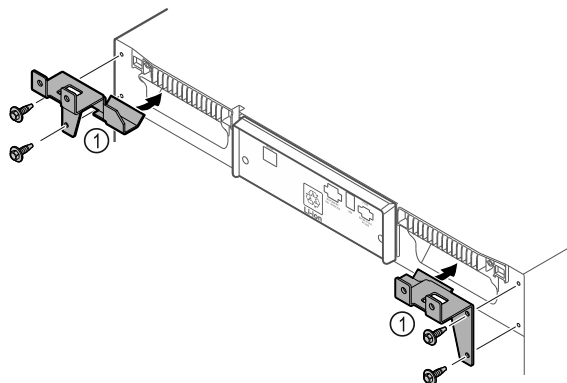

Fig. 9
- Montare i fermi Fig. 9 (1) sull'apparecchiatura con le viti annesse.